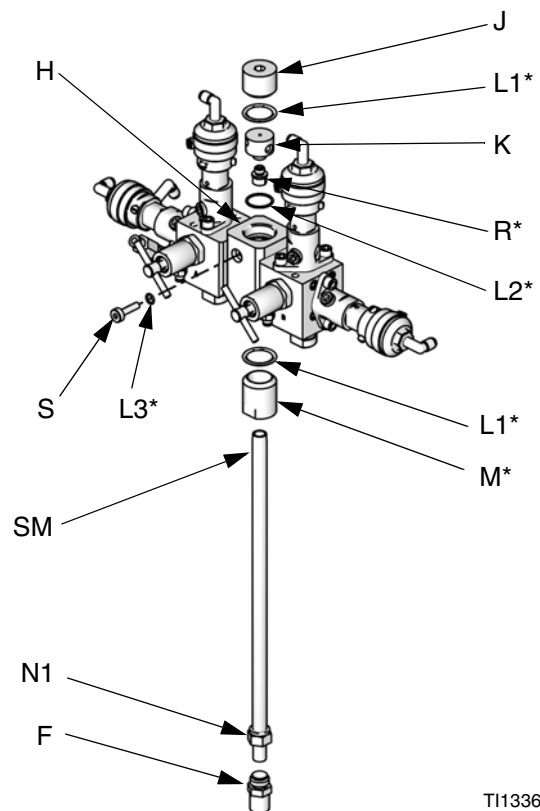

FIG. 9 Installare il kit di iniezione 15U955
5. Vedere FIG. 9. Smontare le parti rimanenti dalla cassa dell'ugello di strozzamento (H). Trattenerne il tappo (J) e la base (K). Eliminare tutti gli O-ring usati.
6. Far girare la cassa del limitatore di flusso (H) di 180° in modo che la vite di arresto (S) sia sul lato superiore sinistro, come mostrato in FIG. 9. Smontare e conservare le due viti di regolazione (S). Eliminare gli O-ring (L3). La posizione di queste viti verrà invertita quando sono rimontate.
7. Installare un O-ring più grande (L1*) nella cassa (H). Avvitare il tappo di iniezione (M*) nella cassa.
8. Determinare il campo di portate desiderato per l'applicazione prevista. Selezionare un limitatore di flusso di dimensioni opportune per il flusso e per il rapporto di miscela utilizzati, usando i **Grafici per la scelta del limitatore di flusso per il dosaggio dinamico** alle pagine 36-41 come guida. Installare l'ugello (R*) nella base (K).
9. Montare l'O-ring del collettore più piccolo (L2*), l'ugello (R*) e la base (K), un O-ring più grande (L1*) e il tappo (J) come illustrato.